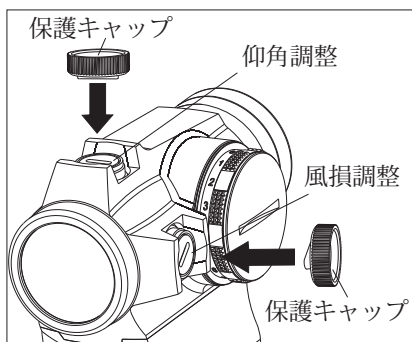

図7
1. サイトの上部に仰角調整ターレットがあり、風損調整ターレットは右側にあります（図7参照）。サイトは工場出荷時に、25ヤードでほぼゼロに調整されています。
2. 保護キャップ上のねじ回しツールはゼロ調整に使用できません（図7参照）。キャップ内側のラベルを参照してください。